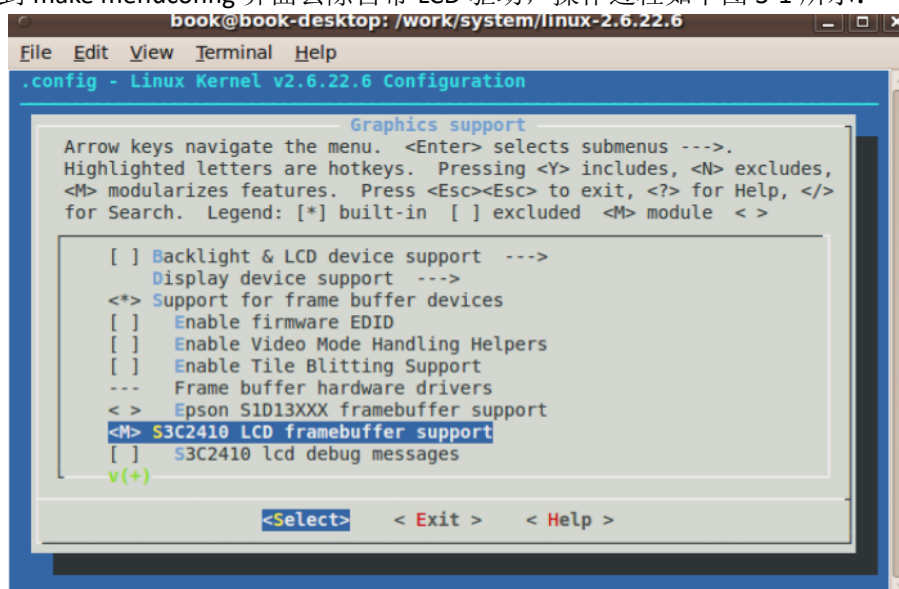

图 3-1 去除内核自带 LCD 驱动过程图
(1) 编译不含有自带 LCD 驱动的内核
- ① 解压缩：“tar xjf linux-2.6.22.6.tar.bz2”
- ② 在该内核根目录下，打补丁：“patch -p1 <../linux-2.6.22.6_jz2440.patch”
- ③ 配置，使用默认配置，在上边修改，在 arch/ arm/ configs 找到配置文件 s3c2410_defconfig，输入 “make s3c2410_defconfig” “make menuconfig”
- ④ 进到 make menuconfig 界面去除自带 LCD 驱动，操作过程如下图 3-1 所示：